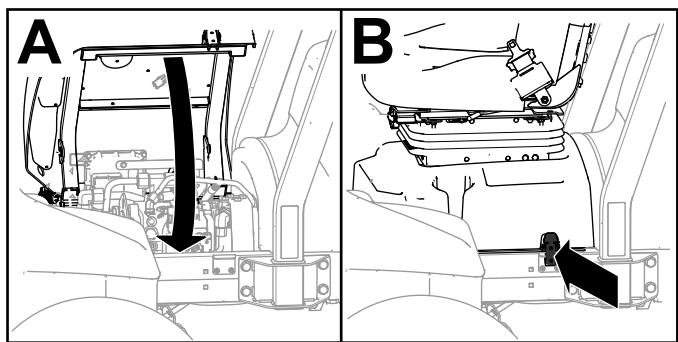

Figura 136
4. Rotii scaunul i baza scaunului închisă i blocai baza (Figura 136).